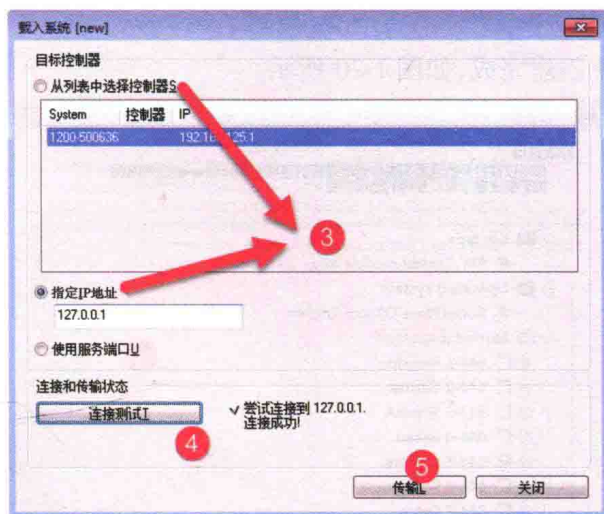
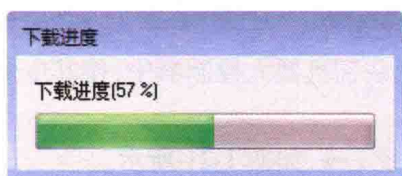

图 1-22 系统下载到控制器
图 1-23 下载进度
③选择两种方式来链接控制器(计算机端 IP 需要与控制器的 IP 在一个网段),如图 1-22 所示。
④链接测试,检查是否正常链接,如图 1-22 所示。
⑤下载新系统,等待新系统安装完成,如图 1-22、图 1-23 所示。